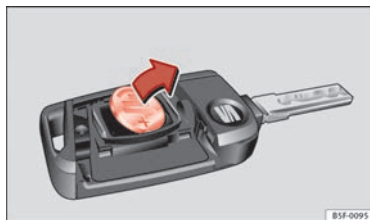

Abb. 49 Fahrzeugschlüssel: Batterie herausnehmen.
- Batterie mit einem geeigneten dünnen Gegenstand aus dem Batteriefach heraushebeln ⇒ Abb. 49.
- Neue Batterie wie gezeigt ansetzen ⇒ Abb. 49 und entgegen der Pfeilrichtung in das Batteriefach drücken ⇒ ②.